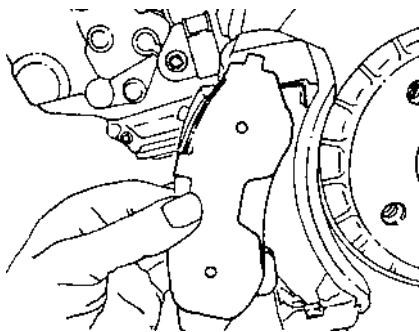

Рис. 7.31.
- снять тормозные колодки (рис. 7.31).